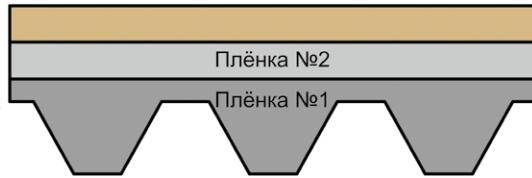

Рис. 18. Тыльная сторона гонта гибкой черепицы Döcke.
8.2.1 Перед укладкой гонта на крышу снимите пленку №1 с тыльной стороны гонта (рис. 18). Пленку №2 снимать не требуется.